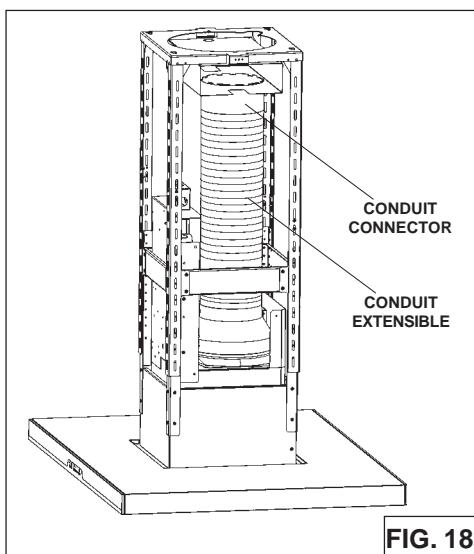

FIG. 18
5. Fixez le conduit extensible de 15,2 cm (6" po) sur le caisson et scellez les joints avec du ruban en aluminium pour conduits (Fig.18).